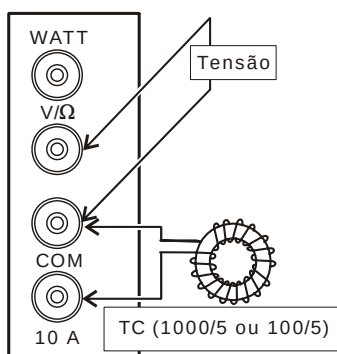

Figura 5.3
- a. Siga os mesmos passos dos itens ' 5.1 ' e ' 5.2 ' exceto na conexão das pontas de prova que deve ser como a figura 5.3.